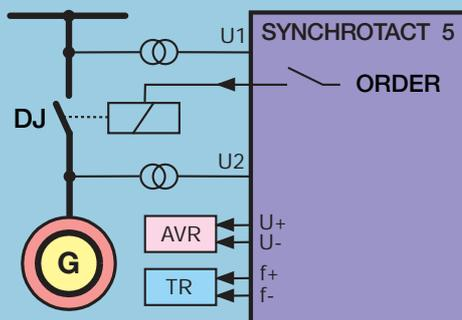

Fig. 1: Sincronização e paralelismo automáticos
1. Sincronização automática e paralelismo de geradores com linhas de transmissão, ver Fig. 1 abaixo,